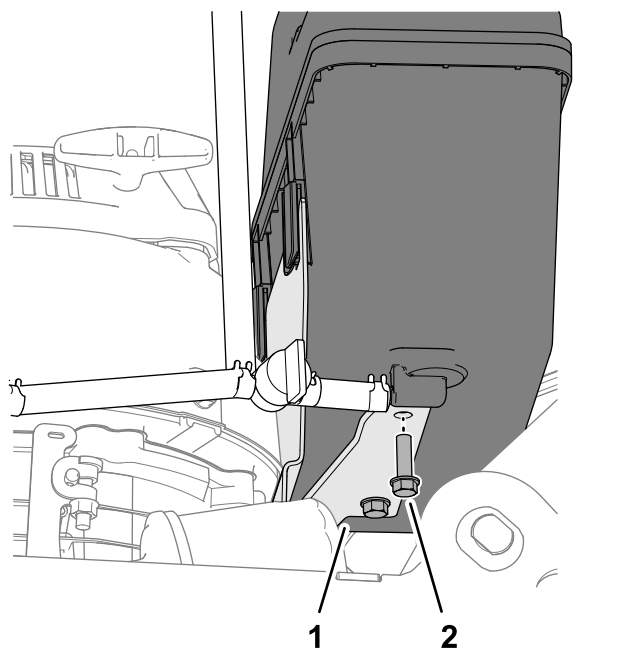

Рисунок 37
1. Отверните 2 болта с фланцевыми головками, которые крепят топливный бак к монтажному кронштейну бака (Рисунок 37).